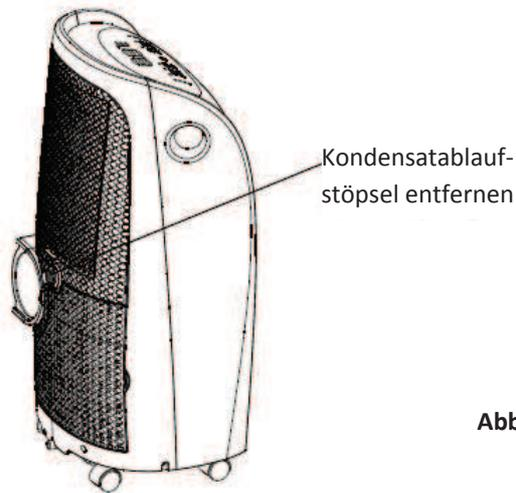

Abb. 21*
- Entfernen Sie während der Entfeuchtungs-Modi den Kondensatablauf-Stöpsel an der Rückseite des Geräts, schließen Sie an den Kondensatablaufadapter (5/8" Anschluss) einen 3/4" Schlauch an (lokal zu besorgen). Bei Modellen ohne Anschlussstück schließen Sie den Ablaufschlauch direkt an die Öffnung an. Positionieren Sie das andere Ende des Schlauchs direkt über einem Abfluss Ihres Fußbodens. Bitte beachten Sie Abb. 21* & 22*.